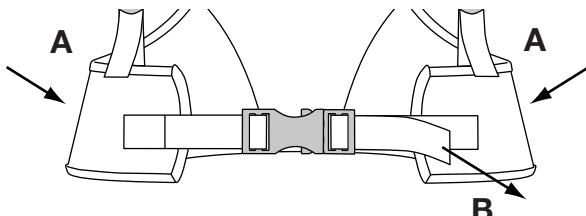
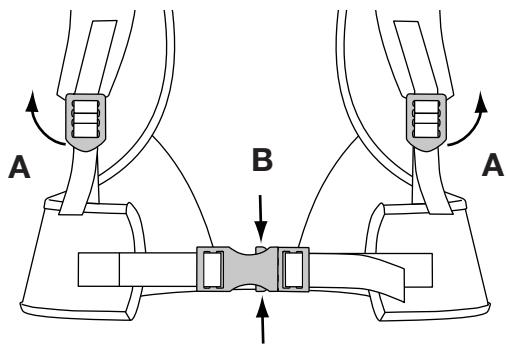

Fig. 18
Fig. 19
NOTA: Asegúrese de que los soportes de la cintura soporten el peso de la unidad sobre las caderas (Fig. 18, A).
3. Si el peso no cae sobre las caderas, afloje los soportes de los hombros (Fig. 19, A) y tire de la manija de los soportes de la cintura (Fig. 18, B) para apretarlos. Ajústelos hasta que el peso de la unidad descance sobre las caderas.
1. Para desconectar los soportes de los hombros, tire hacia arriba de la lengüeta inferior de las hebillas de los soportes de los hombros (Fig. 19, A).
2. Apriete la parte superior e inferior de las presillas de los soportes de la cintura para zafar los soportes de la cintura (Fig. 19, B).